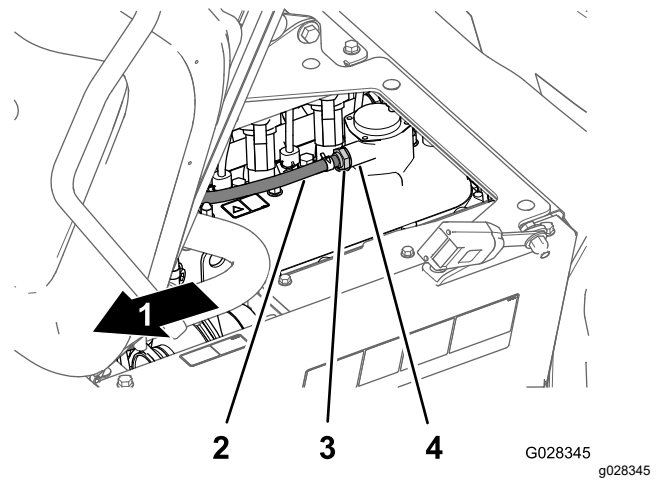

Bild 78
Hinweis: Wenn die innere Drossel des Ventils klappert, ist das PCV-Ventil funktionsfähig; wenn die innere Drossel beim Schütteln nicht frei klappert, muss das PCV-Ventil ausgetauscht werden (Bild 78).
4. Setzen Sie das PCV-Ventil ein, bis es vollständig in der Dichtung am Anschlussstück am Ventildeckel sitzt (Bild 78).
2. Entfernen Sie das PCV-Ventil vom Anschlussstück des Ventildeckels (Bild 78).